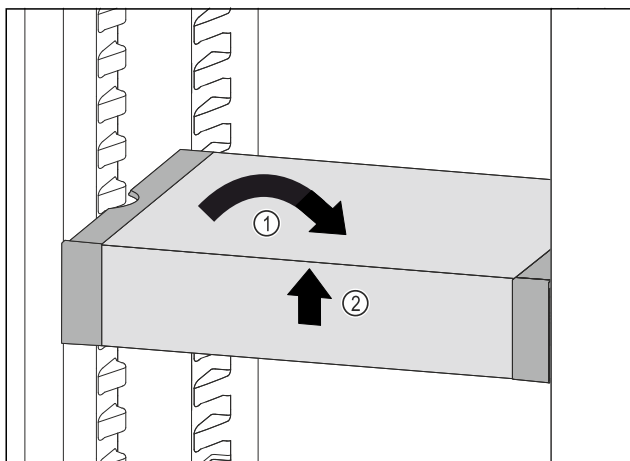

Fig. 97
- Állítsa egyenesbe a VarioSafe fiókot. Fig. 97 (1)
- Elöl emelje meg a VarioSafe fiókot. Fig. 97 (2)